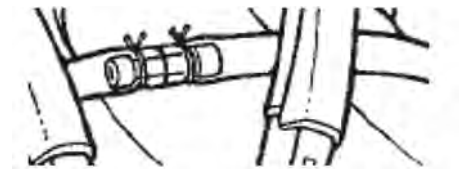

Figure 4-37. Connecteur à suture
5. Passer la suture de l'autre côté du connecteur et adopter la même technique de fixation. (**Figure 4-37**)